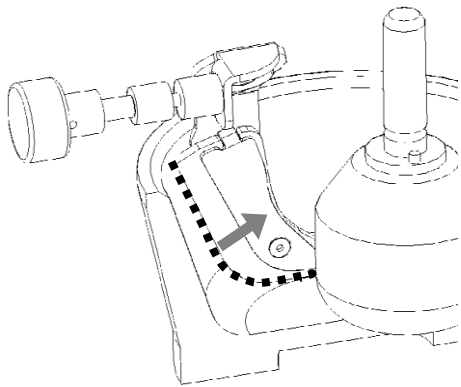

Рис. 9
- В продольном отверстии скребок может немного перемещаться вперед или назад. Перед закручиванием болта скребок передвинуть назад, **рис. 9**.